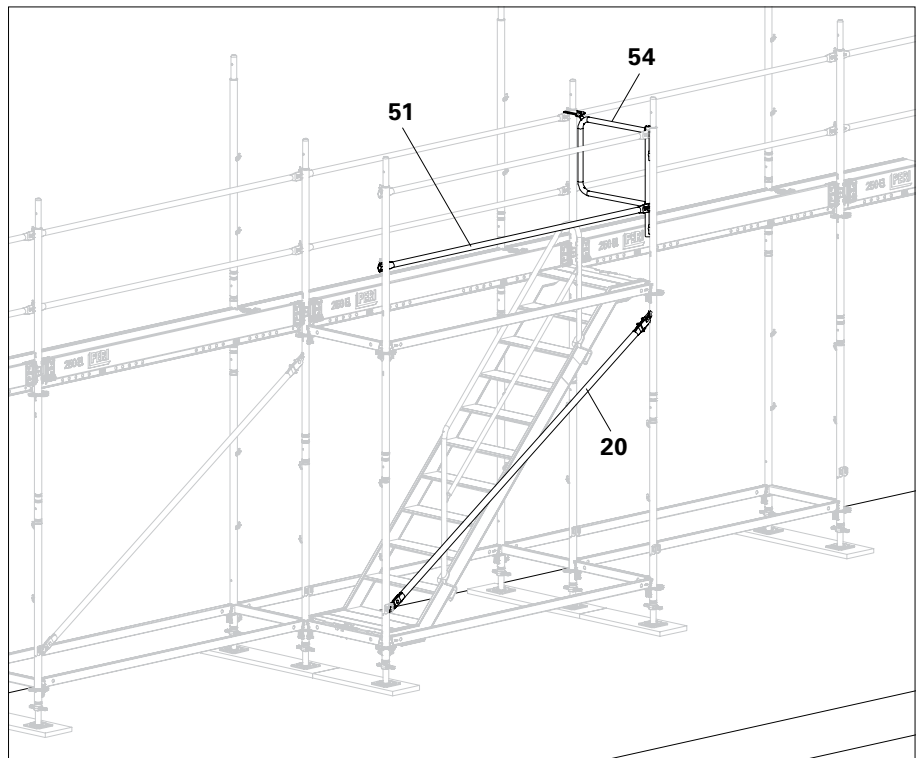

Abb. B7.05
1. Geländerholm EPG (51) als Zwischenholm montieren.
2. Von der Gerüsttreppe aus Stirngeländer EPF (54) montieren.
3. Längsdiagonale EBF (20) montieren. (Abb. B7.05)